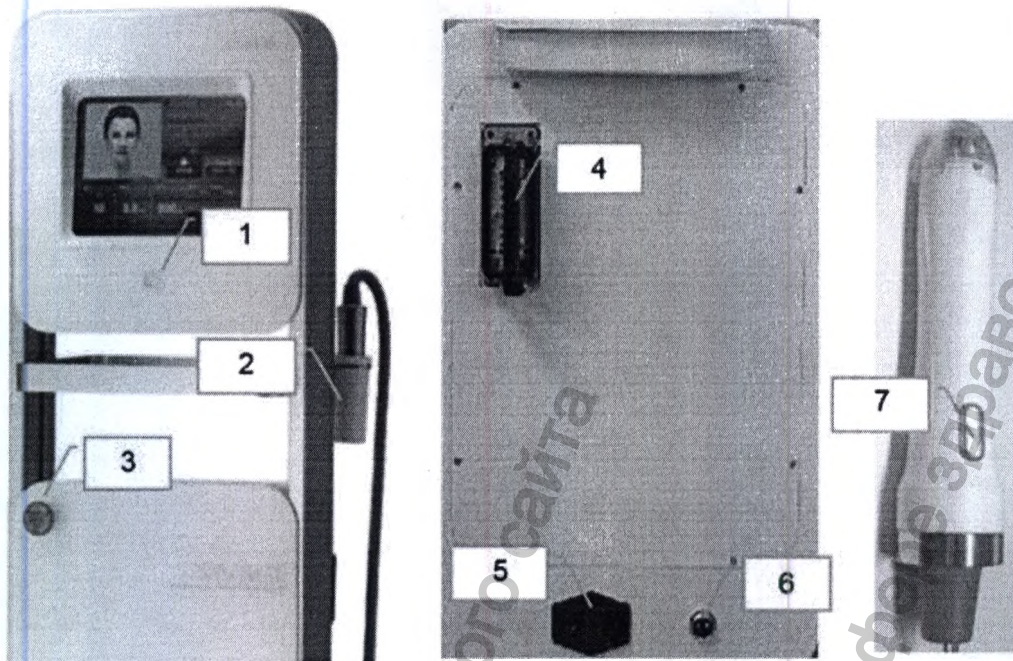

Рисунок 2.1 — Передняя панель, задняя панель и манипула аппарата
3. Инактивировать(отжать) кнопку экстренной остановки (3) рис. 2.1
В комплект поставки аппарата входит (рис.2.1 и 2.2):